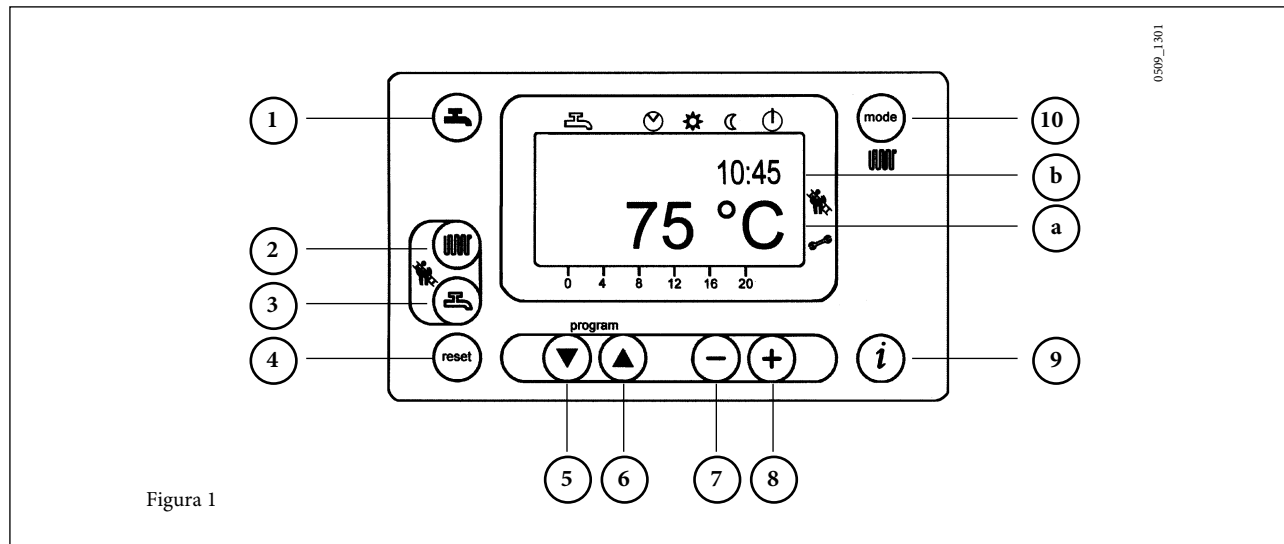

Figura 1
- Apăsați tasta (■) (2- figura 1) pentru a seta temperatura de încălzire a apei;
- apăsați una din tastele (↺ mode) (1 sau 10 - figura 1) pentru memorizare și revenire la meniul principal.
N.B – Cu sonda externă racordată, cu ajutorul tastei (■) (2 – figura 1) este posibilă translația curbei de încălzire. Apăsați tastele (– +) pentru a diminua sau mări temperatura ambientă a încăperii ce trebuie încălzită.
- Apăsați tasta (■) (3- figura 1) pentru a seta temperatura maximă a apei menajere;
- apăsați una din cele două taste (↺ mode) (1 sau 10 - figura 1) pentru memorizare și revenire la meniul principal.